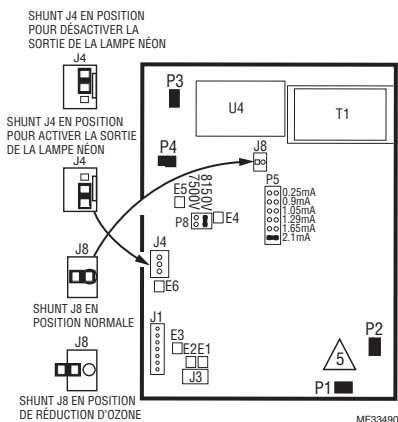

Fig. 24. Déplacer la tige de court-circuit J8 pour réduire la production d'ozone de 20 à 25 pour cent.
- c. Si le bloc d'alimentation est monté à distance, s'assurer que la porte ou grille d'accès est ouverte. Retirer le couvercle du bloc d'alimentation. Repérer la tige de court-circuit J8 sur le bloc d'alimentation. Voir la Fig. 24. Retirer la tige de court-circuit et la réinstaller sur une seule broche.